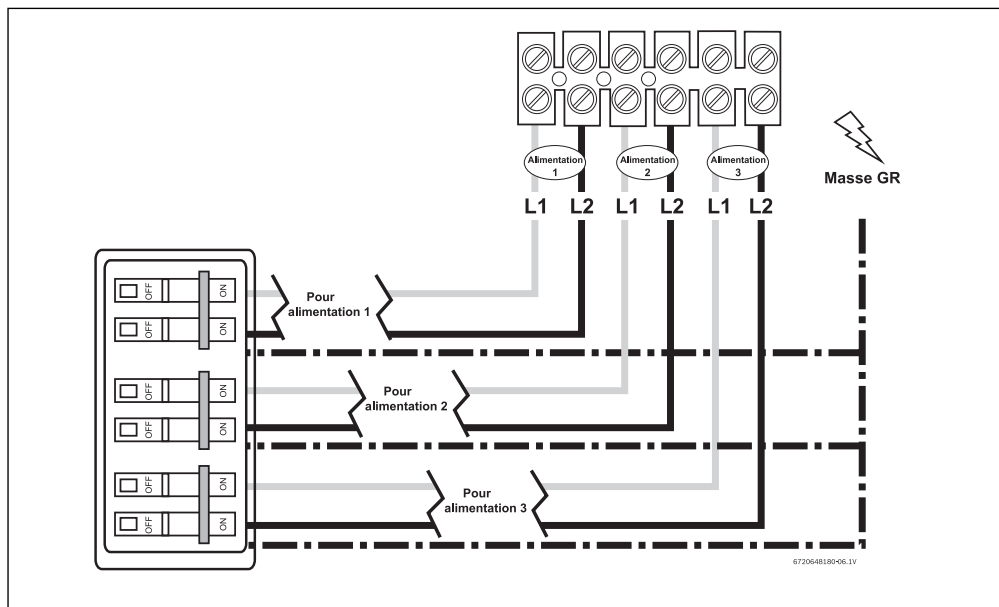

Fig. 6 Connexion au bornier WH36 (pour U.S.A.)
- Dénuder l'isolation des câbles électriques sur environ 1/2 pouces. Connecter les fils électriques aux bornes marquées "L1" et "L2". Le WH36 trois paires de fils électriques. (Voir Fig. 6, page 11).